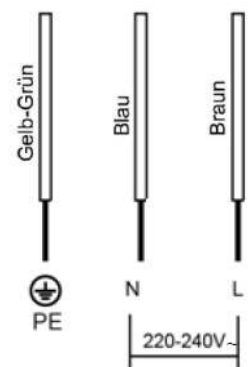

Abbildung 1
- Die Stromversorgung muss in Übereinstimmung mit der gültigen Norm oder einem einpoligen Leistungsschalter angeschlossen werden (siehe Abbildung 1).